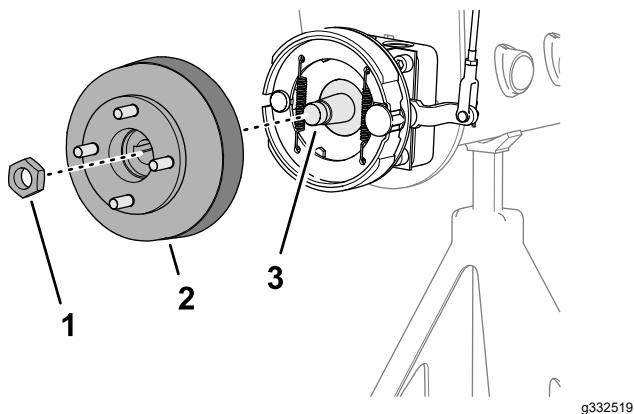
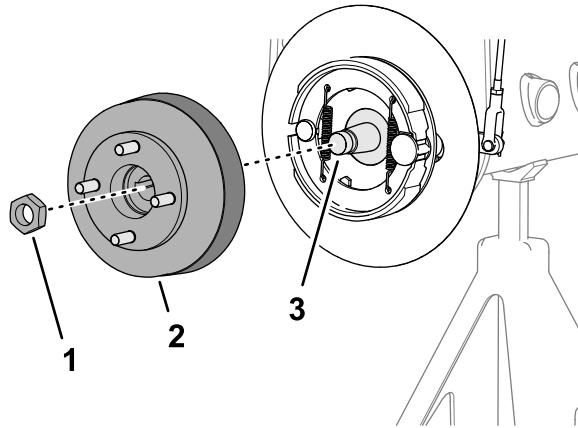

Figura 70
Figura 71
3. Monte el cubo de la rueda y el tambor de freno en el eje del motor de rueda (Figura 70 o Figura 71).
4. Sujete el cubo de la rueda al eje con la contratuerca (Figura 70 o Figura 71), y apriete a mano.